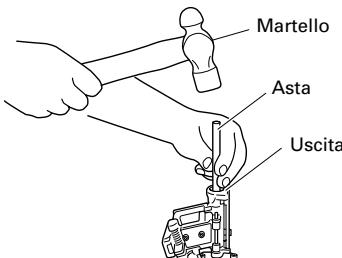

Fig. 11
- (1) Rimuovere il rotolo di chiodi dal contenitore, aprire la guida dei chiodi, inserire un'asticella nell'uscita e picchiare sull'asticella con un martello. (Fig. 11)